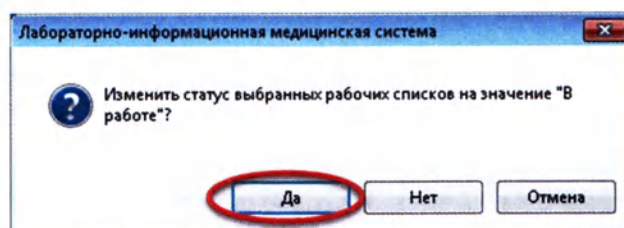

Рисунок 6.46
3. В появившемся диалоговом окне нажмите кнопку «Да» (Рисунок 6.46):